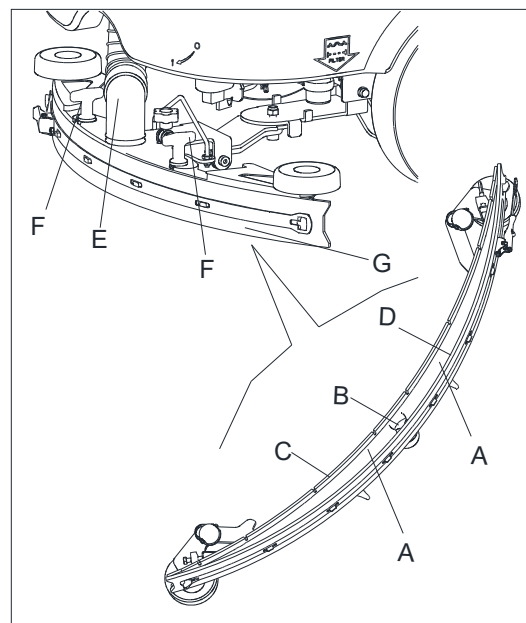

Figura 21
3. Apăsați întrerupătorul sistemului de aspirare (C, Figura 21) pentru a elibera stropitoarea (G, Figura 21).
4. Slăbiți butoanele-șurub (F, Figura 21) și scoateți mopul.
5. Deconectați furtunul de aspirare (E, Figura 21) de la mop.
6. Curățați mopul de oțel sau aluminiu (Figura 21). Curățați compartimentele (A) și mai ales fanta (B). Verificați lama din față (C) și lama din spate (D) să fie întregi, să nu fie rupte sau tăiate; dacă este necesar, înlocuiți-le (vedeți procedura din următorul paragraf).